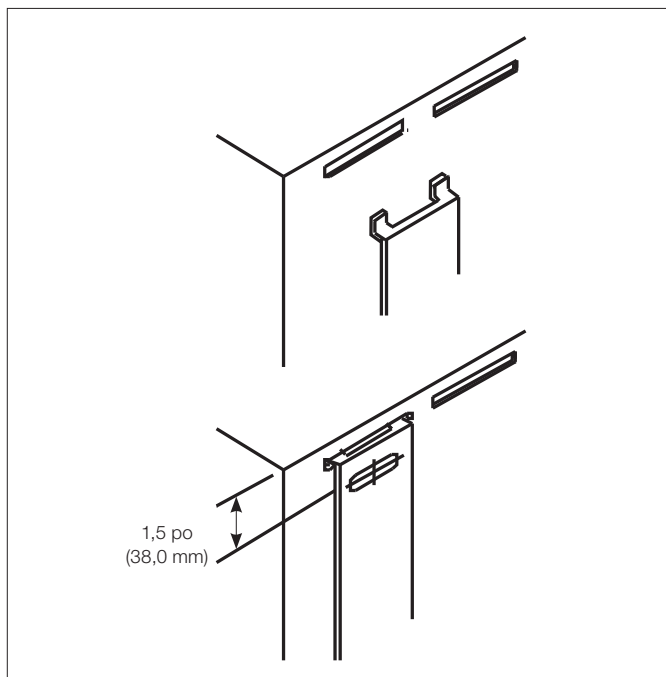

Figure 1
- 2.3 Viser les ferrures de fixation à la paroi verticale dans le trou de fixation supérieur, situé à 1,5 po (38 mm) sous la hauteur de la surface supérieure voulue (Figure 1, page 20). Voir Figure 3, page 5, Figure 4, et Figure 5, page 22 le dégagement requis pour l'installation. Espacer les ferrures de fixation afin qu'elles s'alignent sur les fentes du panneau arrière du réchauffeur.